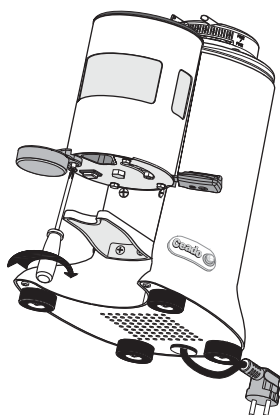

Fig. 11
- 3** Enroscar y apretar correctamente el tornillo de fijación (Fig. 11).